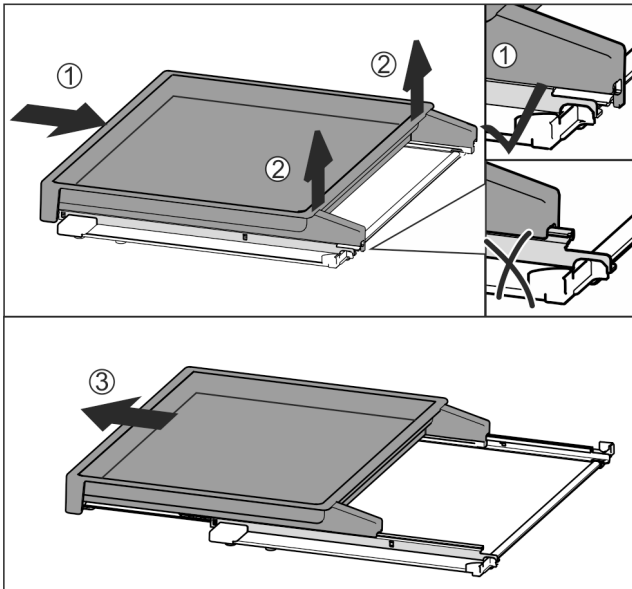

Fig. 36
- Insérer complètement la bordure télescopique Fig. 36 (1).
- La désenclencher à l'arrière Fig. 36 (2).
- Sortir la bordure télescopique par l'avant Fig. 36 (3).